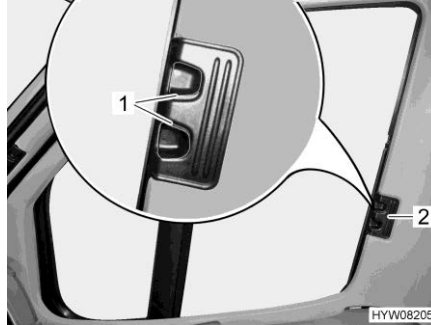

Bild 106 Plisségardin (förar-/passagerarfönster)
- Tryck in låshandtagen (Bild 106,1) och håll dem intryckta.
- Ta tag i handtaget (Bild 106,2) och dra plisségardinerna för förar- och passagerarfönstret till den andra fönstersidan och fäst med magnetrem-sorna.
- Ta tag i handtaget (Bild 106,2) till plisségardinerna för förarfönstret och passagerarfönstret och skjut in dem så långt det går.
- Släpp låshandtagen (Bild 106,1) och låt dem haka fast.